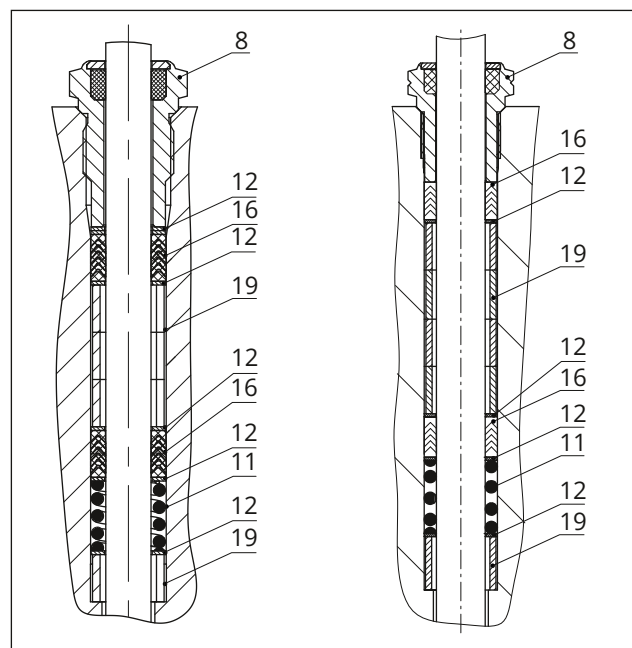

Fig. 25: Empanque standard: DN 15 a 40/NPS 1/2 a 1 1/2 (esquerda) e DN 50 a 100/NPS 2 a 4 (direita)
12. Deslize cuidadosamente as peças de empanque sobre a haste do obturador para dentro da câ-mara do empanque utilizando uma ferramenta adequada. Observe a sequência correta (consul-te a Fig. 25).
13. Pressione firmemente o obturador (5) na se-de (4). Fixe o flange (2) com as porcas do corpo (14). Aperte as porcas gradualmente num pa-drão cruzado. Respeite os binários de aperto.
14. Enrosque o casquilho roscado (8) e aperte-o. Respeite os binários de aperto.
15. Coloque a arcada (3) no flange (2) e aperte com a porca castelo (92).
16. Aperte frouxamente a contraporca (10) e a por-ca (9) na haste do obturador
12. Deslize cuidadosamente as peças de empanque sobre a haste do obturador para dentro da câmara do empanque utilizando uma ferramenta adequada. Observe a sequência correta (consulte a Fig. 25).
13. Pressione firmemente o obturador (5) na sede (4). Fixe o flange (2) com as porcas do corpo (14). Aperte as porcas gradualmente num padrão cruzado. Respeite os binários de aperto.
16. Aperte frouxamente a contraporca (10) e a porca (9) na haste do obturador